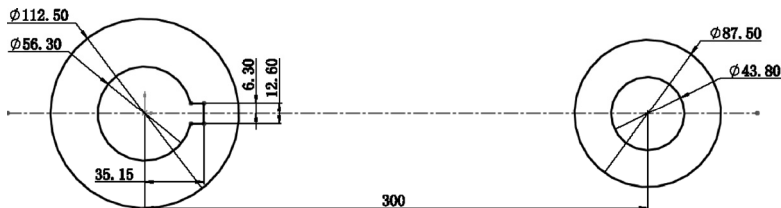

图 11-28 绘制草图
**02** 绘制草图。在左侧的“FeatureManager 设计树”中用鼠标选择“前视基准面”作为绘制图形的基准面。单击“草图”控制面板中的“圆”按钮，绘制草图，结果如图 11-28 所示。